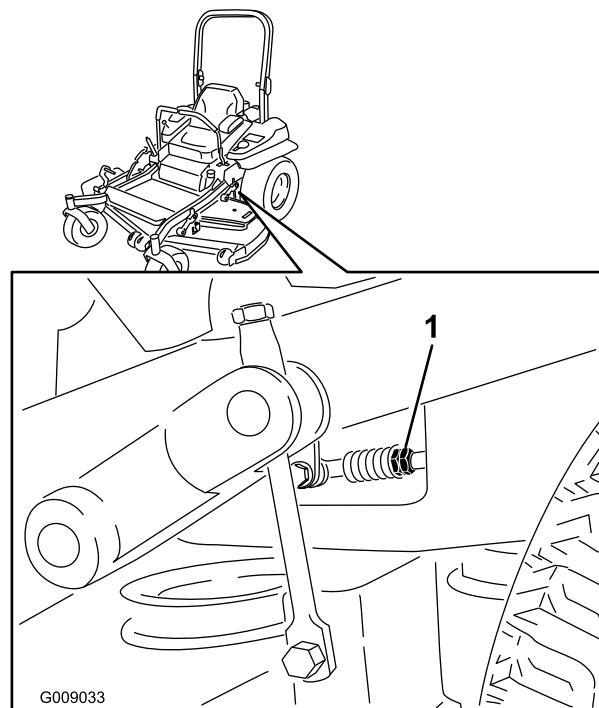

Figure 87
7. Placez les leviers de commande de déplacement en position point mort. Réglez la longueur des tiges de pompes en tournant les doubles écrous dans le sens voulu jusqu'à ce que les roues tournent légèrement en marche arrière (Figure 87). Placez les leviers de commande de déplacement en position de marche arrière et, tout en appuyant légèrement sur les leviers, laissez les ressorts d'indicateur de marche arrière ramener les leviers au point mort. Les roues doivent s'arrêter de tourner ou tourner légèrement en arrière.